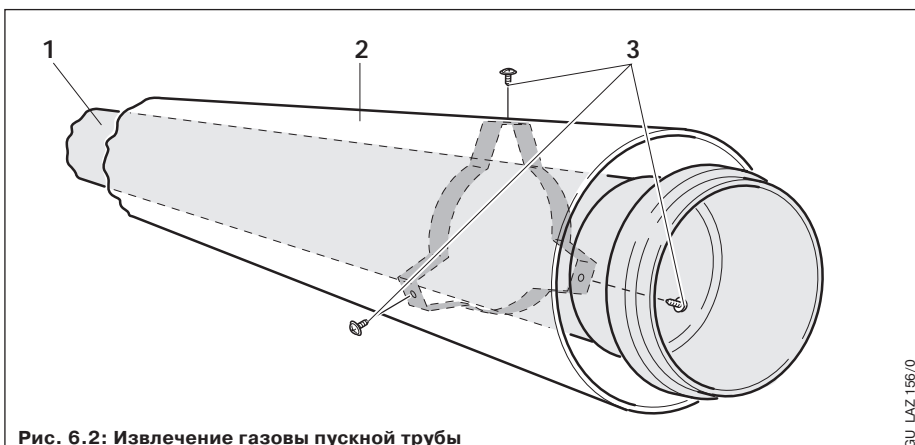

Рис. 6.2: Извлечение газовой пусковой трубы
Удлинительные секции поставляются в не смонтированном состоянии, чтобы для раздельного укорачивания воздушной и газовой пусковой труб не требовался их демонтаж. После укорачивания соедините друг с другом воздушную и газовую пусковую трубу (см. рис. 6.2), ввернув прилагаемые винты (3) через отверстия, просверленные в воздушной трубе (2), в распорный элемент газовой пусковой трубы (1).